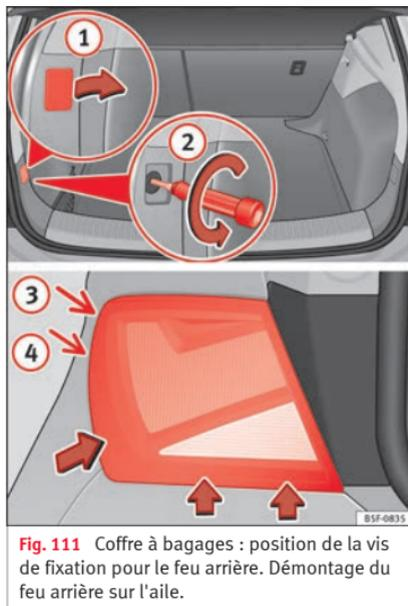

Fig. 111 Coffre à bagages : position de la vis de fixation pour le feu arrière. Démontage du feu arrière sur l'aile.
- Enlevez le cache à l'aide du tournevis à tête plate au niveau de l'évidement » fig. 111 ①.
- Desserrez la vis qui se trouve derrière dans le sens contraire des aiguilles d'une montre (flèche) » fig. 111 ② à l'aide d'un tournevis et retirez-la avec précaution.
- Basculez le feu dans le sens des flèches jusqu'à ce qu'il quitte son logement (positions ③ et ④) » fig. 111.